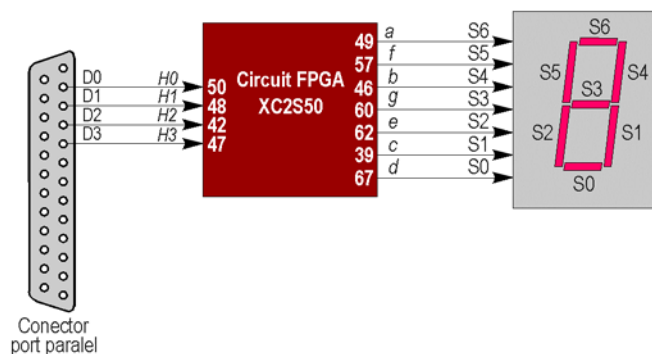

Figura 7.11. Conectarea portului paralel și a afișajului cu 7 segmente la pinii circuitului FPGA de pe placa XSA-50.
9. Realizați asignarea pinilor la semnalele de intrare și la cele de ieșire, procedând în modul descris în paragraful 2.4.12 din lucrarea Nr. 6. Figura 7.11 ilustrează schema bloc a întregului circuit și pinii circuitului FPGA la care sunt conectate semnalele necesare. Salvați apoi schema finală.